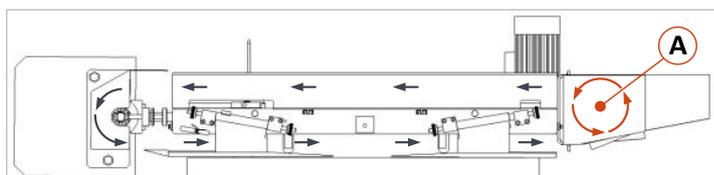

Abbildung 11: Drehrichtung der Antriebsrolle (Ansicht von oben)
Die Antriebsrolle (A) muss sich (noch ohne eingelegtes Schleifband) in die in ⇒ Abbildung 11 gezeigte Pfeilrichtung drehen. Erst wenn diese Voraussetzung erfüllt ist, darf ein Schleifband eingelegt werden.